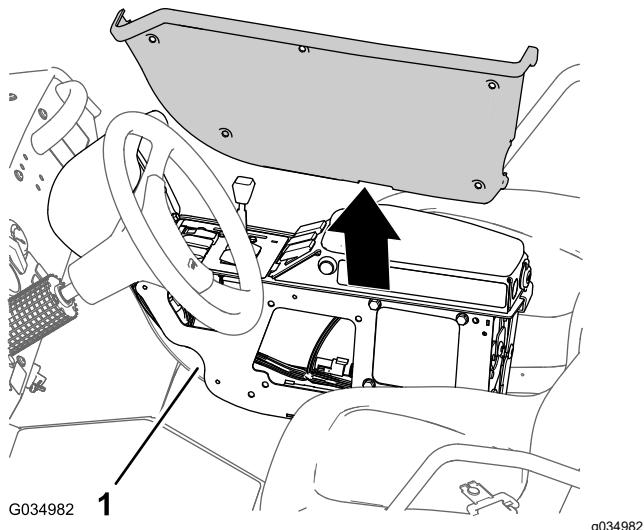

図 99
6. 取り外したカバー図 99をセンターコンソールの左側に合てる。